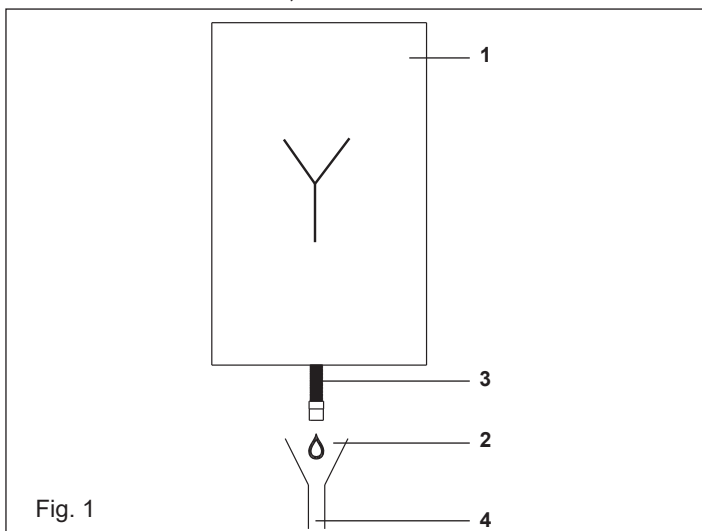

Fig. 1
**Notă:** În cazul în care sistemul de evacuare a condensului este expus la riscul de îngheț, asigurați întotdeauna un nivel adecvat de izolație termică a conductei și luați în considerare eventuala utilizare a unei conducte cu diametru mai mare. Conducta de evacuare a condensului trebuie să aibă întotdeauna o înclinație adecvată, pentru a evita stagnarea condensului și a asigura scurgerea corectă a acestuia. Sistemul de evacuare a condensului trebuie să fie prevăzut cu o separație (2) inspectabilă între conducta de evacuare a condensului aparatului și instalația de evacuare a condensului. Separația trebuie realizată astfel încât să asigure o legătură atmosferică între interiorul conductei sistemului de evacuare a condensului și mediul extern, pentru a evita formarea, la nivelul conductei de evacuare situate în aval față de produs, a unei presiuni pozitive sau negative față de cea a mediului extern. Fig. 1: exemplu de racordare între conducta de evacuare a condensului (3) și sistemul de evacuare (4)..
Pentru a fixa centrala pe perete, utilizați traversa (fig. 1) din ambalaj. Poziția și dimensiunile conexiunilor hidraulice sunt următoarele: